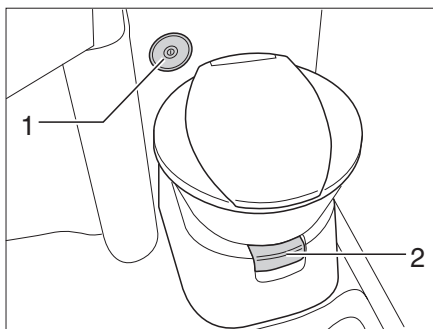
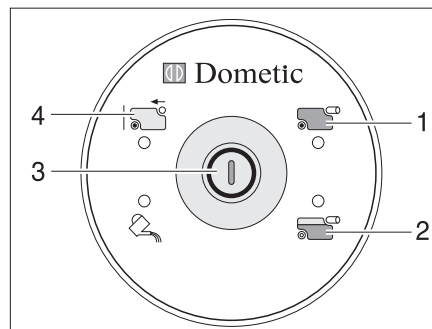

Fig. 247 Cuvette des toilettes avec unité de contrôle et de commande
Fig. 248 Unité de contrôle et de commande toilettes
Faire couler un peu d'eau dans la cuvette des toilettes avant de s'en servir. Appuyer pour ce faire sur le bouton de la chasse d'eau (Fig. 248,3) sur l'unité de contrôle et de commande (Fig. 247,2).
- Avant d'actionner la chasse d'eau, ouvrir le curseur des toilettes. Tirer pour cela sur le levier du curseur (Fig. 247,1).
- Pour actionner la chasse d'eau, appuyer sur le bouton (Fig. 248,3).
Le voyant de contrôle (Fig. 248,2) s'allume lorsque le réservoir pour matières fécales est au 3/4 plein.
Le voyant de contrôle (Fig. 248,1) s'allume lorsque le réservoir pour matières fécales doit être vidé.
- Ouvrir le curseur. Tirer pour cela sur le levier du curseur (Fig. 247,1).
- Enfoncer le levier du curseur (Fig. 247,1). Le curseur se ferme. Pour la vidange il **faut** que le curseur des toilettes soit fermé.
- Extraire et vidanger le réservoir pour matières fécales comme indiqué dans les paragraphes 11.8.4 et 11.8.5. Sur l'unité de contrôle et de commande est allumé l'indicateur "Réservoir pour matières fécales retiré" (Fig. 248,4).